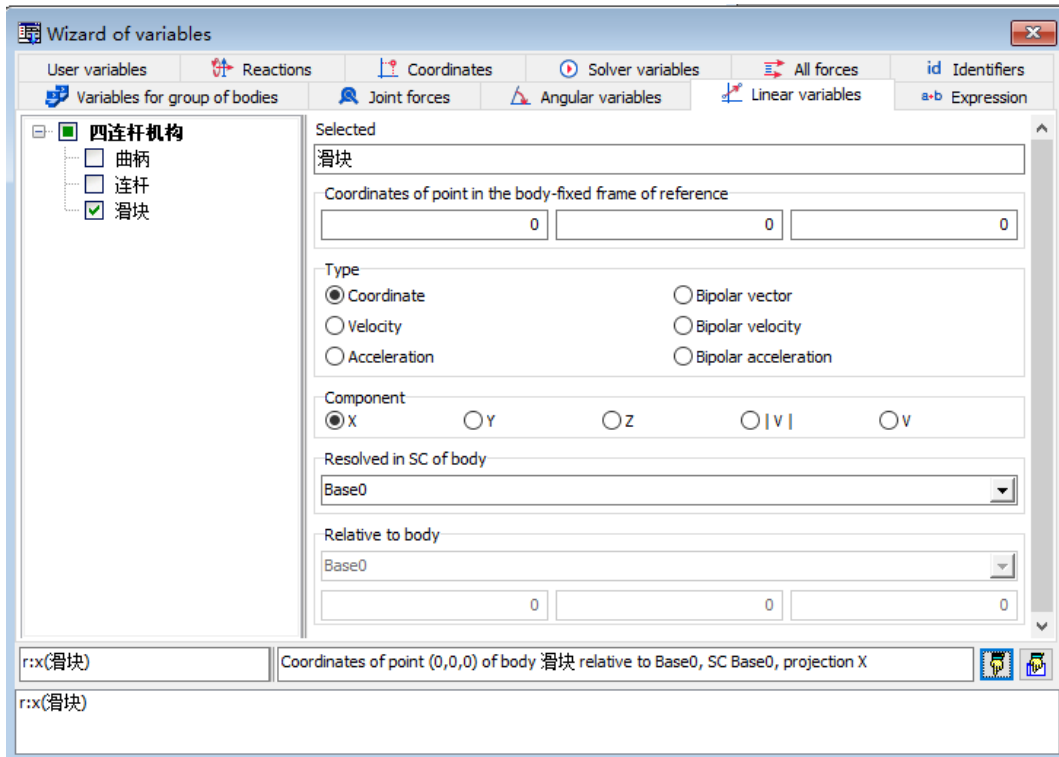

图 2-69
- 12) 在变量向导左侧勾选物体 **滑块**, 右侧 **Linear variables** 页面缺省选择 **Coordinate**, 分量 **X**, 然后点右侧的  图标, 创建变量 **r:x (滑块)**, 表示滑块原点相对总体坐标系 X 轴的水平动变量, 如图 2-69。